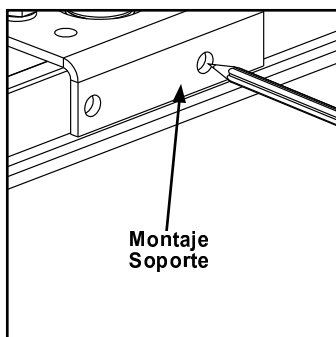

Figura 3-70
- Paso 1. Use riel de montaje como plantilla para marcar el riel. Vea Figura 3-70.